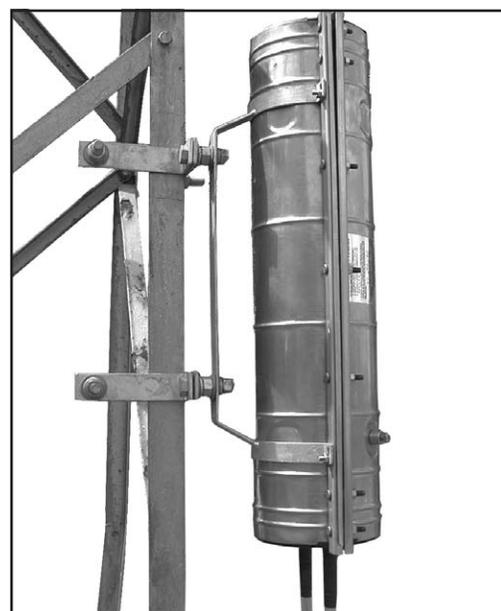

Figura 78
**20.4** Soporte de Fijación totalmente instalado en la torre (Figura 78).